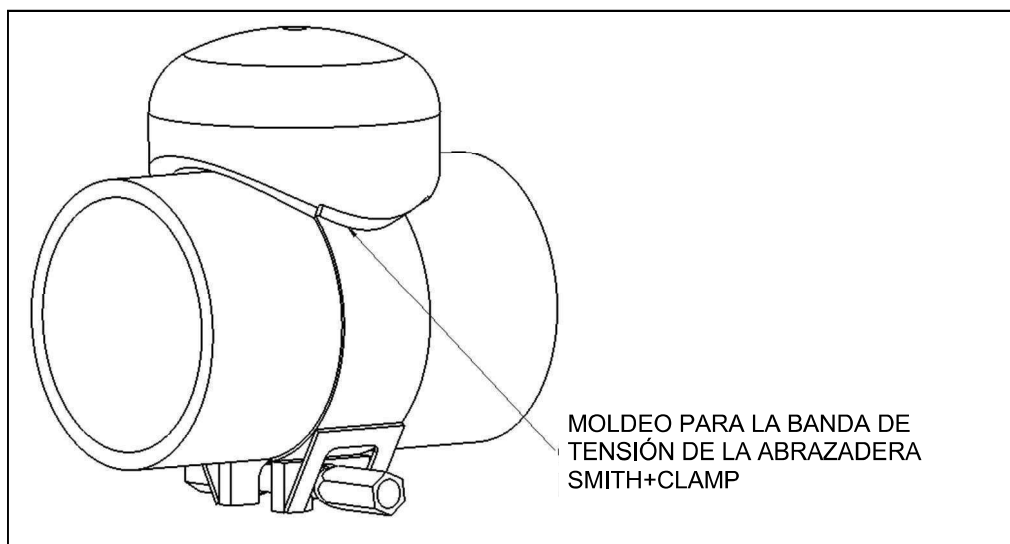

Figura 2
3. Alinee el capuchón soldable "Weld+Cap" sobre la abrazadera "PLIDCO Smith+Clamp". El capuchón soldable "Weld+Cap" está moldeado para que encaje sobre la banda y proporcione un espacio de soldadura igual (consulte la Figura 2).